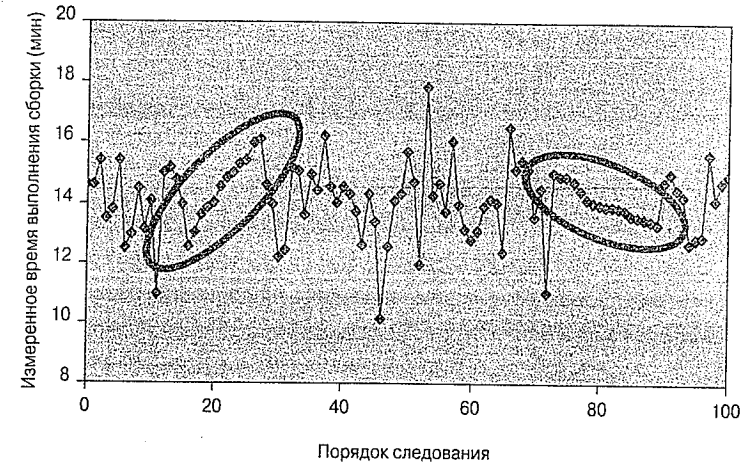

Рис. 5.25. Диаграмма поведения, отображающая серии. Возрастающая или убывающая последовательность точек — это ненормальное поведение
- ✓ **Серии.** Это последовательность наблюдений, в которой каждое очередное чуть больше или меньше предыдущего. Пример двух серий — одна возрастающая, другая убывающая — на диаграмме поведения приведен на рис. 5.25.